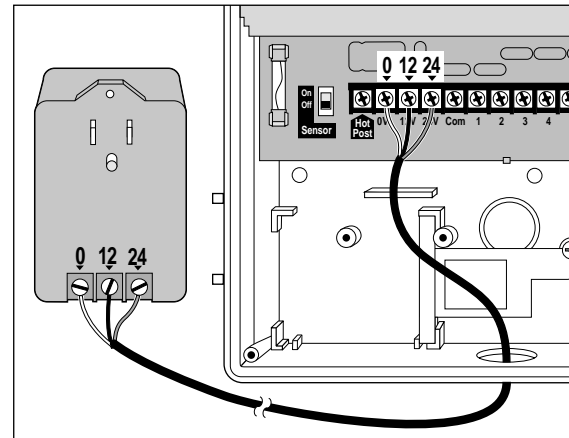

Abbildung 7 - Anschließen der Transformator-kabel
- Führen Sie wie in **Abbildung 7** dargestellt das Transformator-kabel (mitgeliefert) durch die 1,3 cm großen Öffnungen für die Kabelrohre in das Steuerungsgehäuse.